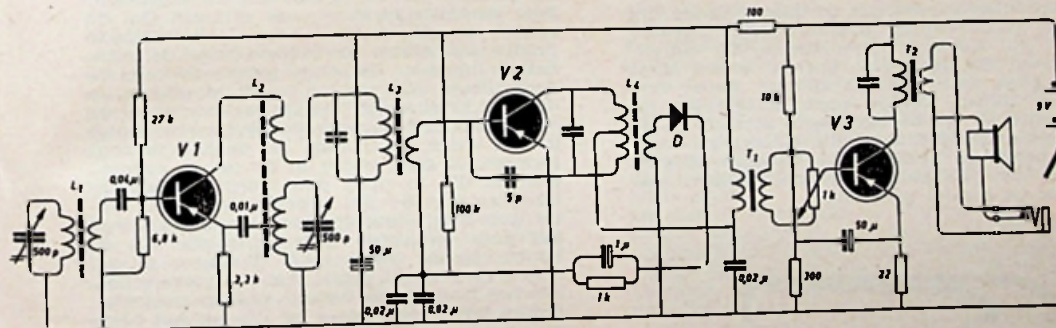

Fig. 8
te. Het opstellingsplan geeft fig. 7a. Met 3 transistoren kan worden volstaan als de m.f.-versterker in een reflexschakeling wordt opgenomen, zoals in fig. 8. Alle transistoren zijn hier van het p-n-p type. In deze schakeling kunnen zonder meer de bekende Kajak-onderdelen worden gebruikt (afstemcondensator, antennestaaf, osc. spoel en m.f. transformator). T_1 is weer een aanpassingstransformator-tortje $20 \text{ k}\Omega : 1 \text{ k}\Omega$, terwijl T_2 een uitgangs-
- Fig. 8 - D OA85